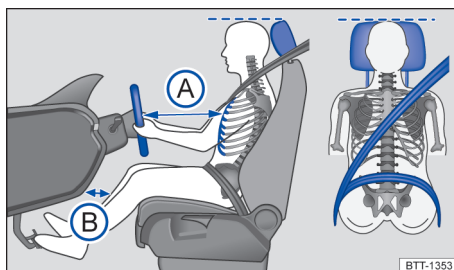

Fig. 18 Distância correta do condutor em relação ao volante, posição correta do caderço do cinto de segurança e ajuste correto do apoio para cabeça.
- Ajustar o banco de modo que a distância entre o volante e o tórax tenha no mínimo 25 cm → Fig. 18 (A) e que o condutor possa segurar o volante pela borda externa com as duas mãos e os braços ligeiramente dobrados.
- Ajustar o banco do condutor na direção longitudinal de modo que os pedais possam ser acionados com as pernas ligeiramente arqueadas e a distância para o painel de instrumentos na área do joelho seja de, no mínimo, 10 cm → Fig. 18 (B)
- Para os bancos com apoio para cabeça: ajustar o apoio para cabeça de modo que a sua borda superior se encontre preferencialmente na mesma linha da parte superior da cabeça → Fig. 18 – porém não abaixo da altura dos olhos. Posicionar a parte posterior da cabeça o mais perto possível do apoio para cabeça.